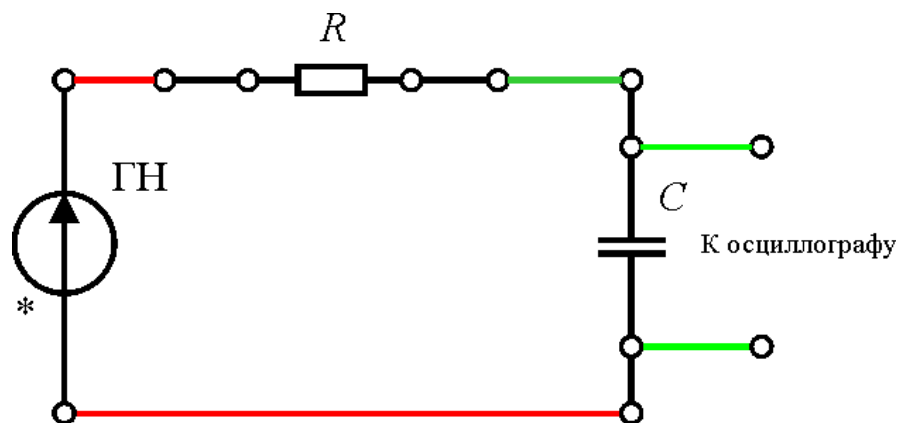

Рис. 4
Электрическая схема представлена на рис.4. В качестве источника прямоугольного напряжения используется генератор ГН1. В качестве измерительного прибора используется
1. Соберите электрическую схему рис. 4. На экране осциллографа получите изображение сигнала заряда и разряда конденсатора.
4. Оцените ёмкость конденсатора по формуле (8).